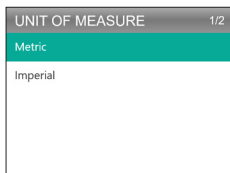

Abbildung 8.1.4
3. Zum Ändern der Maßeinheit wählen Sie Maßeinheit und drücken Sie [OK]. Sie können imperial oder metrisch auswählen (siehe Abbildung 8.1.4).